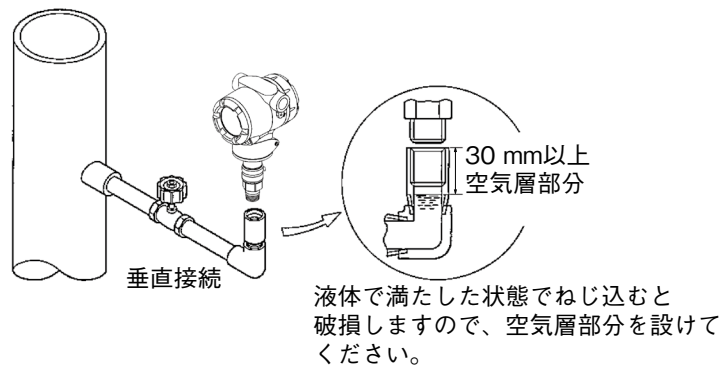

図 2-32 設置上の注意事項
- ・プロセス本器に液体を満した状態で本器を締め付けると、過大圧力が本器にかかり、本器が破損するおそれがあります。この場合、図 2-32 に示すように空気層部分を設けてください。